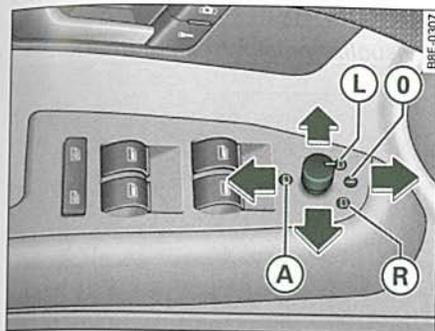

Fig. 84 Detalle del reposabrazos: Mando giratorio
- Gire el mando a la posición ⇒ fig. 84 **L** (retrovisor exterior del conductor) o a la posición **R** (retrovisor exterior del acompañante).
Al poner la marcha atrás, se inclina ligeramente hacia abajo la superficie del espejo, siempre que se haya conmutado a dicho retrovisor (mando giratorio en posición **R** ⇒ fig. 84). Esto permite ver el bordillo al aparcarse el vehículo.